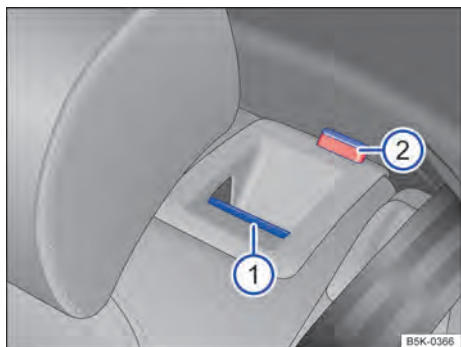

Fig. 63 En el respaldo del asiento trasero: tecla de desbloqueo.
- Tirar de la tecla de desbloqueo → **fig. 63 ❶** A hacia adelante y, al mismo tiempo, plegar el respaldo del asiento trasero hacia adelante.
- La parte de respaldo del asiento trasero correspondiente estará desbloqueada cuando la marca roja → **fig. 63 ❷** sea visible.
- La marca roja → **fig. 63 ❷** ya no puede ser visible.